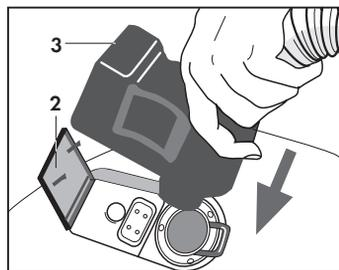

Fig. 8
- Aprire completamente lo sportello (2) della presa accessori (D) ed inserire l'attacco rapido (3) del tubo flessibile (o del ferro da stiro) nella presa posta sulla parte anteriore dell'apparecchio, premendo a fondo (**Fig. 8**)
- Potete inserire l'attacco rapido (3) come sopra descritto per le figure 8 e 9 anche nella presa posteriore di soffiaggio (O) dopo aver rimosso il silenziatore (P). Da questa presa non è possibile erogare vapore.